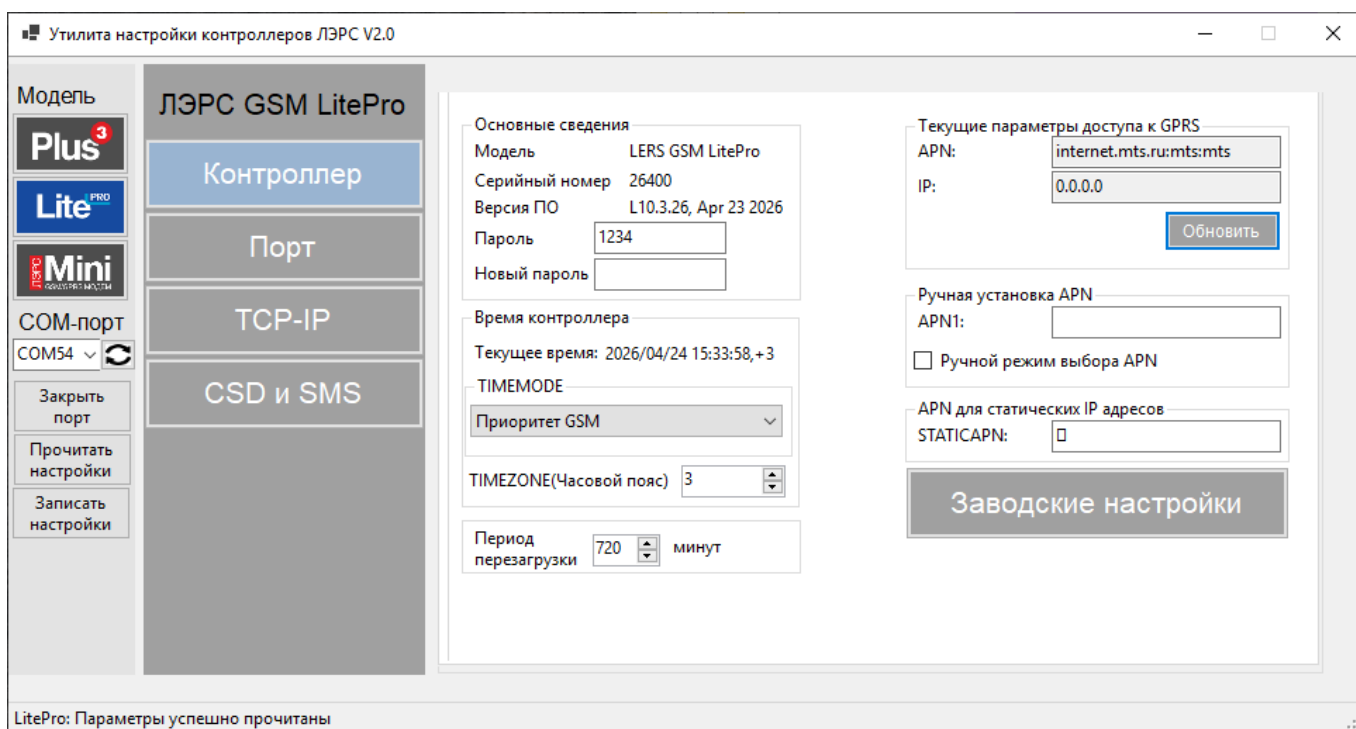

Рисунок 6. Утилита LersConfig2, вкладка LitePro -> Контроллер
- 5) Нажать кнопку «Прочитать настройки». Чтение настроек может занять до 3 минут, затем поля во всех вкладках заполнятся актуальными значениями параметров подключенного контроллера (см. рис. 6). В строке состояния появляется надпись «LitePro: параметры успешно прочитаны».